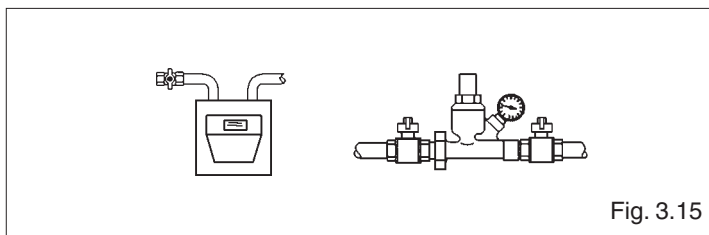

Fig. 3.15
- Stänga bränslekranen och uppvärmningssystemets vattenkran (fig. 3.15).